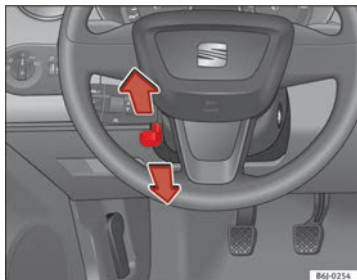

Abb. 97 Lenkradhöhen-
- Schwenken Sie den Hebel ⇒ Abb. 97 unter der Lenksäule nach unten ⇒ ⚠.
- Stellen Sie das Lenkrad in die gewünschte Position ein ⇒ Abb. 97.
- Stellen Sie den Fahrersitz bzw. das Lenkrad so ein, dass der Abstand zwischen Lenkrad und Brustbein mindestens 25 cm beträgt ⇒ Abb. 97. Wenn Sie den Mindestabstand nicht einhalten, kann Sie das Airbag-System nicht schützen – Lebensgefahr!